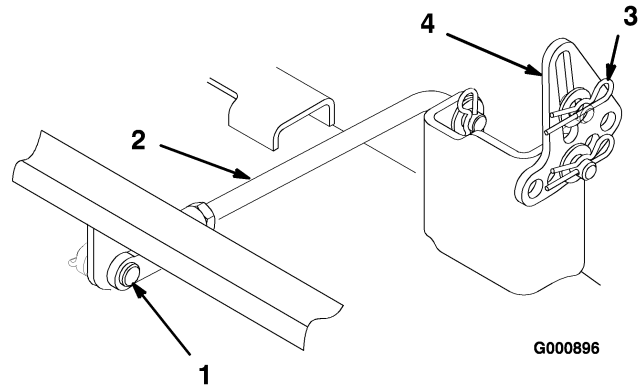

Bild 49
6. Nehmen Sie an jeder Seite des Mähwerks den Splint und den Lastösenbolzen aus der hinteren Zapfenstange (Bild 49).
7. Entfernen Sie den Splint und die Scheibe von den Mähwerk-Nivellierhalterungen (Bild 49). Merken Sie sich das Loch, in dem die Nivellierhalterung befestigt ist, für den Wiederaufbau. Schieben Sie die Bügel vom Montagestift herunter.
6. Befestigen Sie die hintere Zapfenstange mit dem Lastösenbolzen und dem Splint (Bild 49) an jeder Seite des Mähwerks.
7. Schieben Sie die Nivellierhalterungen auf die Befestigungsstifte und befestigen Sie die Halterungen mit den Scheiben und Splints ab (Bild 49).